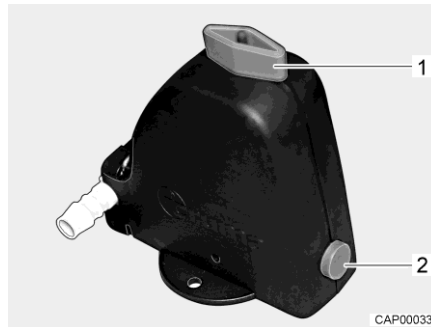
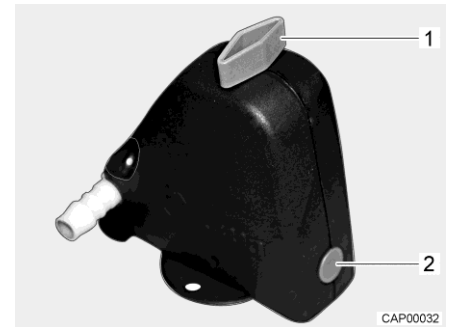

Fig. 93 Valvola di sicurezza/di scarico aperta
Fig. 94 Valvola di sicurezza/di scarico chiusa
- Chiudere la valvola di sicurezza/di scarico. A tal fine ruotare la manopola (Fig. 93,1) trasversalmente rispetto alla valvola di sicurezza/di scarico e premere verso l'interno il bottone automatico (Fig. 93,2). La valvola di sicurezza/di scarico chiusa è rappresentata in Fig. 94. Con temperature inferiori a 6 °C non è possibile chiudere la valvola di sicurezza/di scarico.